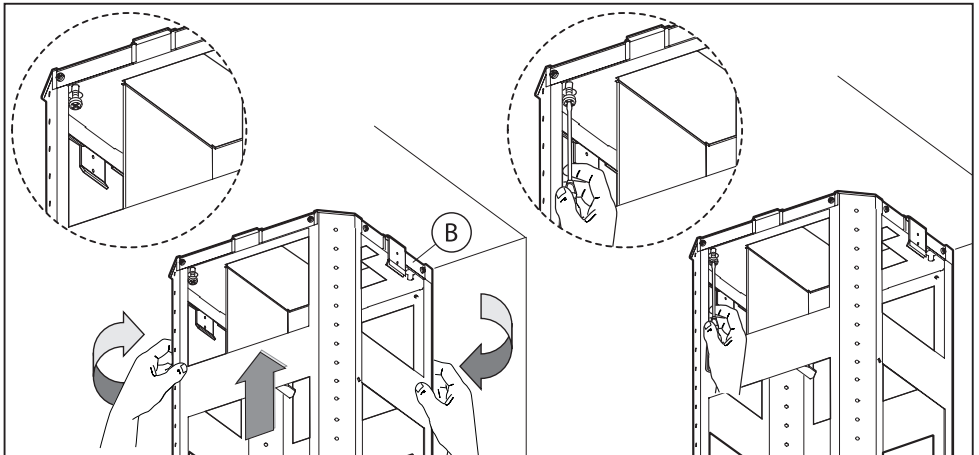

Fig.4
-Ta den övre delen av apparaten **B** (Fig.4) och sätt i den på de 3 skruvarna som inte är helt åtdragits i nivå med de 3 hålen.
Vrid lite för att fästa (Fig.4). Skruva i den fjärde skruven **X** och dra åt de övriga 3 för att låsa fast den övre delen av apparaten **B** fullständigt.